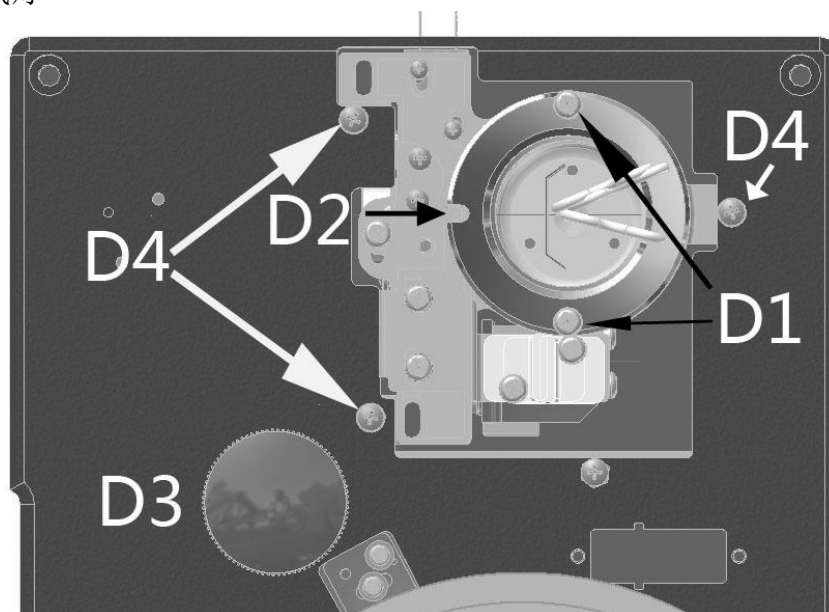

图 6.1.3.1
1.打开上盖，卸下氙灯电源线及 2 个固定氙灯的螺丝 D1(如图 6.1.3.1 箭头 D1)，取出旧氙灯
2.将新氙灯装入灯室，注意图 6.1.3.1 中 D2 处氙灯安装方向，用螺丝 D1 固定并连接电源线，氙灯电源线必须按照颜色接线。